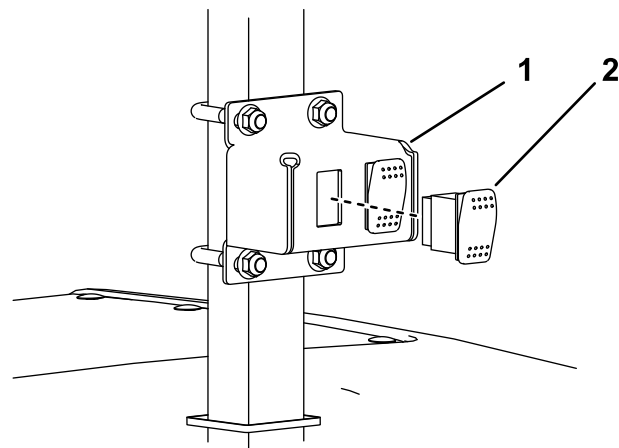

図 13
- 6. 図 13のように、ビーコンのスイッチをワークライトスイッチアセンブリに取り付ける。